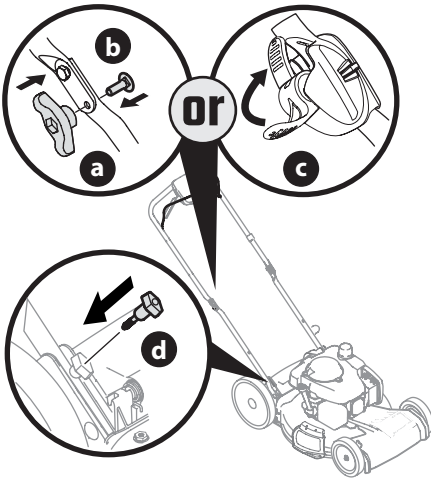

Figura 8
4. Vuelva a ajustar las perillas o las tuercas de aletas (a) y los pernos de carro (b) que se extrajeron en el PASO 2 en los orificios inferiores de la manija o trabe las palancas de liberación de la manija EZ-fold (c) (Figura 8).
5. Con los pernos T (d) que se extrajeron en el PASO 2, asegure la manija inferior a los soportes de la manija (Figura 8) y ajuste bien para asegurar la manija en su lugar.